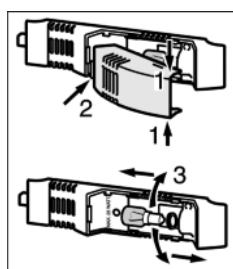

Fig. 17
- ▶ Chwycić kłosz żarówki u góry oraz na dole i wyciągnąć Fig. 17 (1).
- ▶ Kłosz żarówki wyjąć z tyłu z uchwytów i odchylić Fig. 17 (2).
- ▶ Wymienić żarówkę Fig. 17 (3).